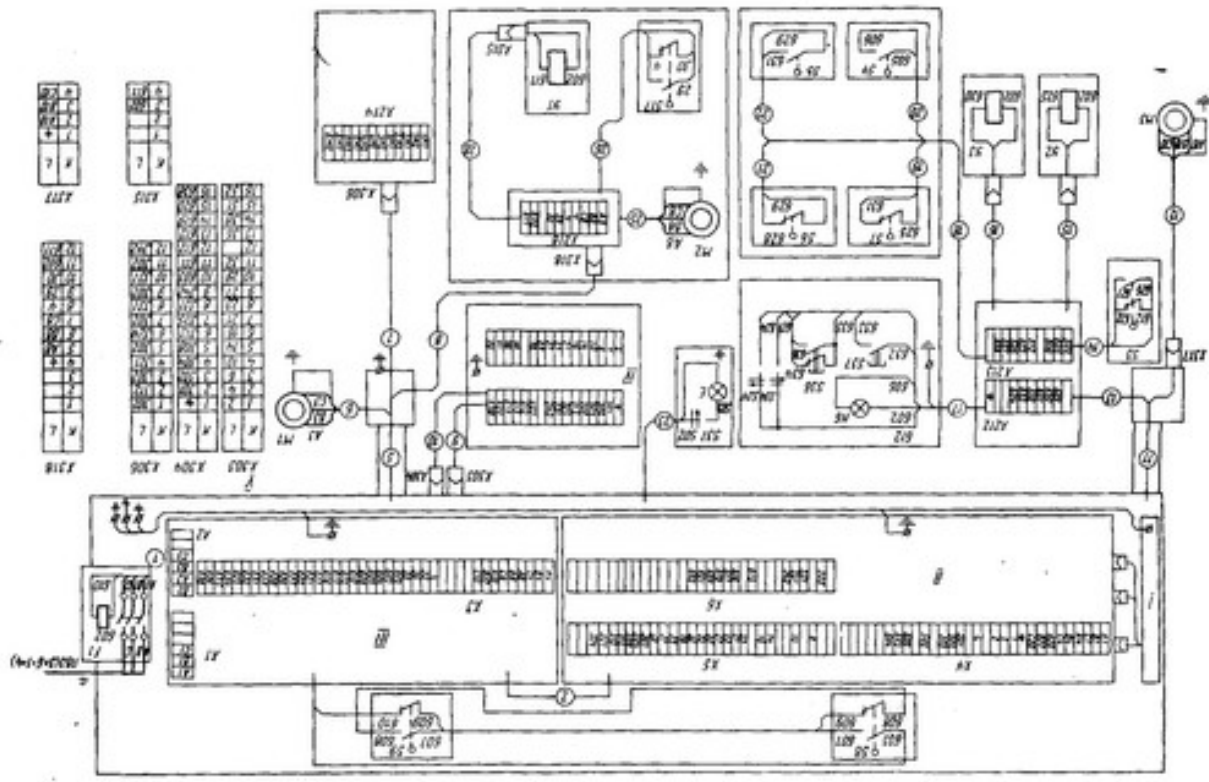

Рис. 19. Электрическая схема соединительной станции.
3. Станок и устройства, входящие в его состав, могут оказаться под опасным напряжением, должны иметь надежное заземление. К заземляющему зажиму, установленному на вводе к станку в шкафу с электрооборудованием, должен быть подведен от сети заземляющий провод (провод или шина), рекомендуемого настоящего руководства (провод сечения (см. рис. 19). Качество заземления должно быть тщательно проверено путем внешнего осмотра и измерения сопротивления между металлическими частями станка и зажимом для заземления, находящимся на вводе к станку. Сопротивление заземления не должно быть больше $0,1 \Omega$.